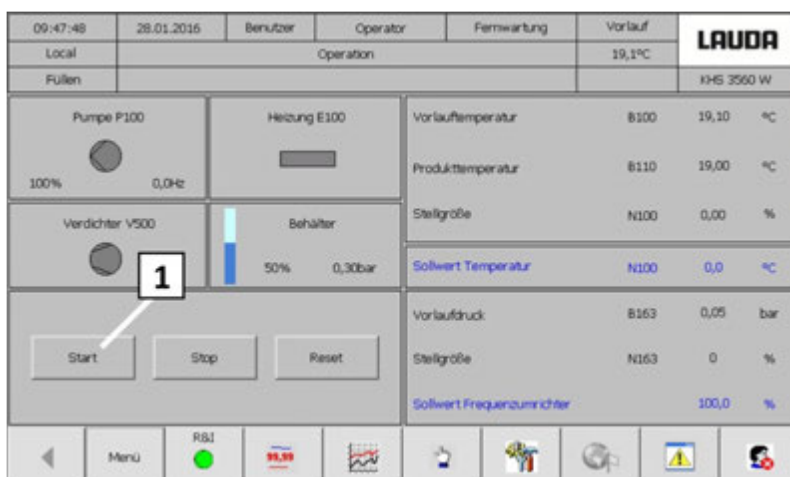

Рис. 74: Экран «Работа»
18. Нажать кнопку «Старт» (Рис. 74 [1]), насос P100 активен, в соответствии с заданным значением активно нагревание или охлаждение